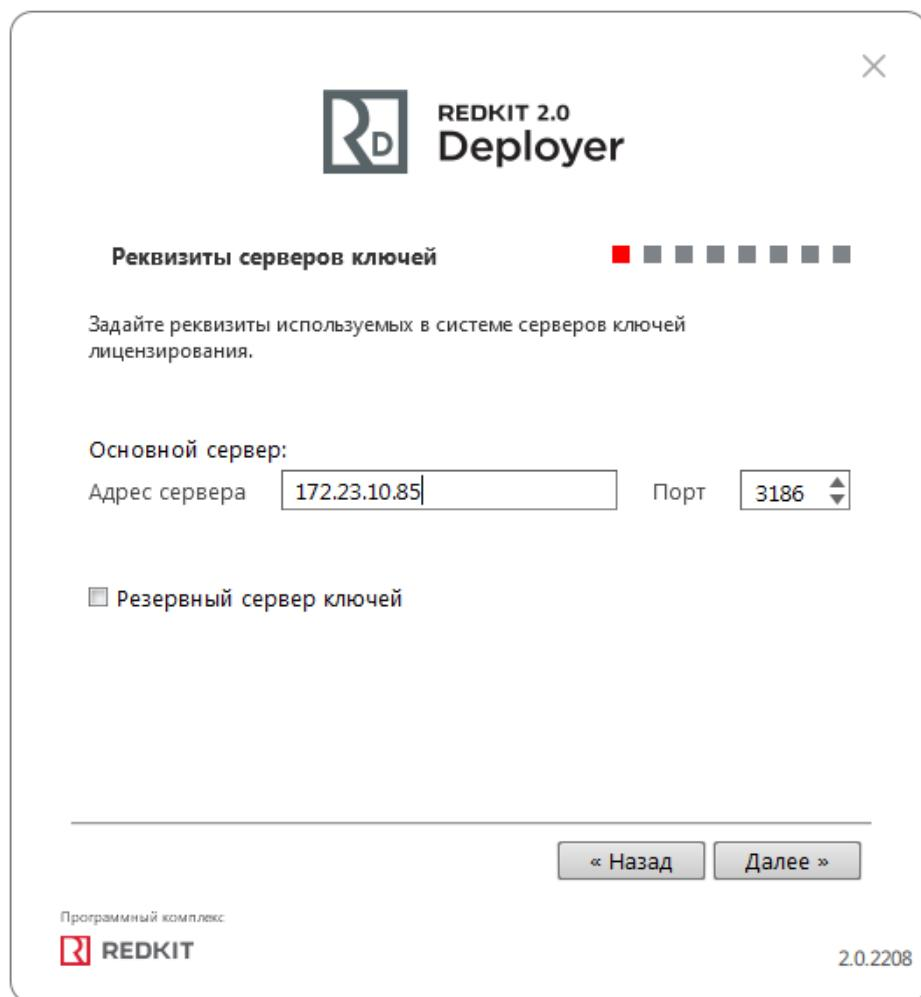

Рисунок 98 - Реквизиты серверов ключей
4. Укажите IP-адрес основного сервера ключей, порт оставьте по умолчанию. Нажмите **Далее** (Рисунок 98).